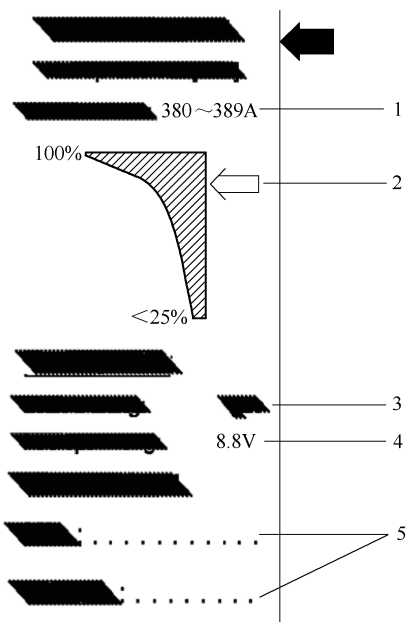

图 13-1-4 测试打印输出的评价
⑪ 关闭测试仪。
⑫ 拆卸测试接线柱。
3) 评估蓄电池负载测试结果，如图 13-1-4 和表 13-1-2 所示。